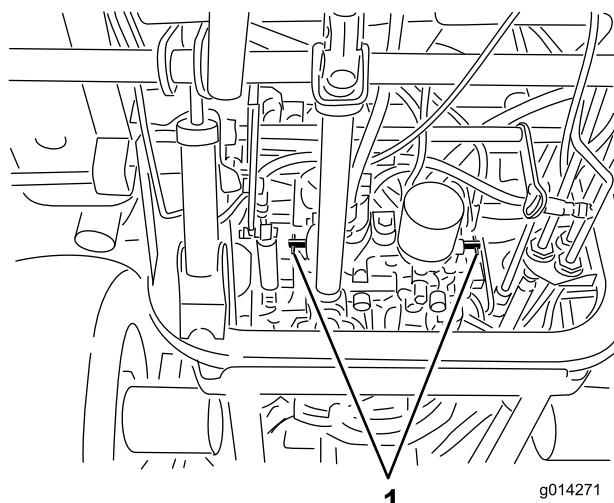

Figura 25
4. Rode cada válvula de derivação no sentido contrário aos ponteiros do relógio 1 volta (Figura 25).
Rode cada válvula de derivação 1 volta no sentido dos ponteiros do relógio e aperte-as à mão (aperte cerca de 8 Nm) (Figura 25).